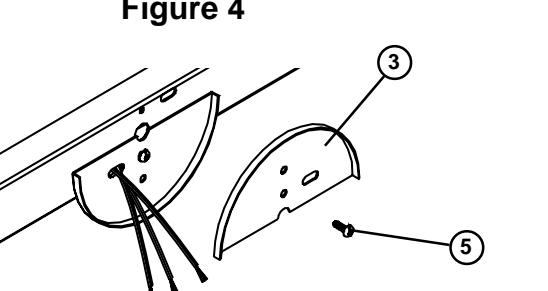

Figure 4
- To install Canopy,** align hole and slot on Canopy (3) with hole and slot on back of Channel (6), (flange of Canopy should be facing away from Channel), insert fixture leads through slot on appropriate Canopy and secure with Screw #8-32x1-1/4" (5) provided. Repeat for second Canopy. See Fig. 4.
- Para instalar el Espaciador de Sobrecielo,** alinee el agujero y la ranura en el Espaciador de Sobrecielo (3) con el agujero y la ranura en la parte trasera del Canal (6), (el reborde del Espaciador de Sobrecielo no deberá mirar el Canal), inserte los alambres del luminario a través de ranura del Espaciador de Sobrecielo apropiado y asegure con Tornillo #8-32 x 1-1/4" (5) proporcionado. Repita para el segundo Espaciador de Sobrecielo. Vea Fig. 4.